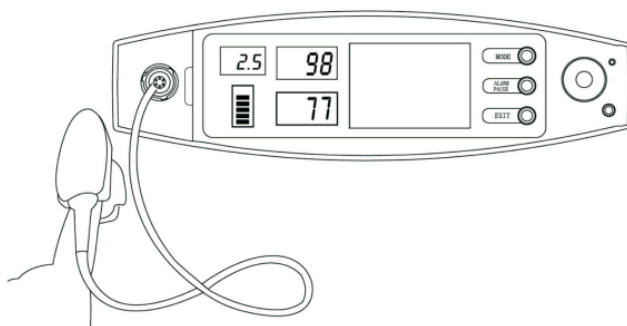

Figura 4. Esquema para la colocación del dedo
- 🔊 El dedo debe colocarse correctamente (véase la figura 4 adjunta), ya que una instalación incorrecta o una posición de contacto inadecuada para el sensor influirá en la medición.
Colocar el dedo en la sonda tal y como muestra la Figura 4.
(La apariencia de la sonda real puede ser diferente a la mostrada en la figura 4, por favor consulte la sonda real)